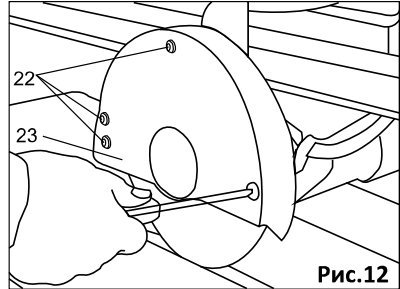

Рис.12
- Зняти кришку кожуха ріжучого диска (23, Рис.12), послабивши три гвинти (22, Рис.12)